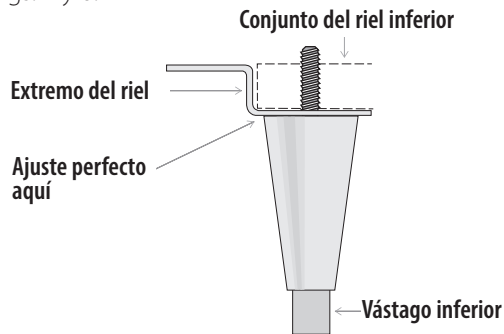

Fig. 4. Representación esquemática de un pie de nivelación.
3. Enrosque los pies de nivelación en el riel del marco o en la parte inferior de la unidad. Véanse las figs. 4 y 5.
5. Si el aparato no está nivelado, levántelo con suavidad y coloque un soporte bajo el extremo más bajo del aparato. A continuación, use una llave inglesa para enroscar o desenroscar el vástago inferior del pie de nivelación y nivelar así el aparato de forma que tenga un apoyo sólido. Véanse las figs. 4 y 6.